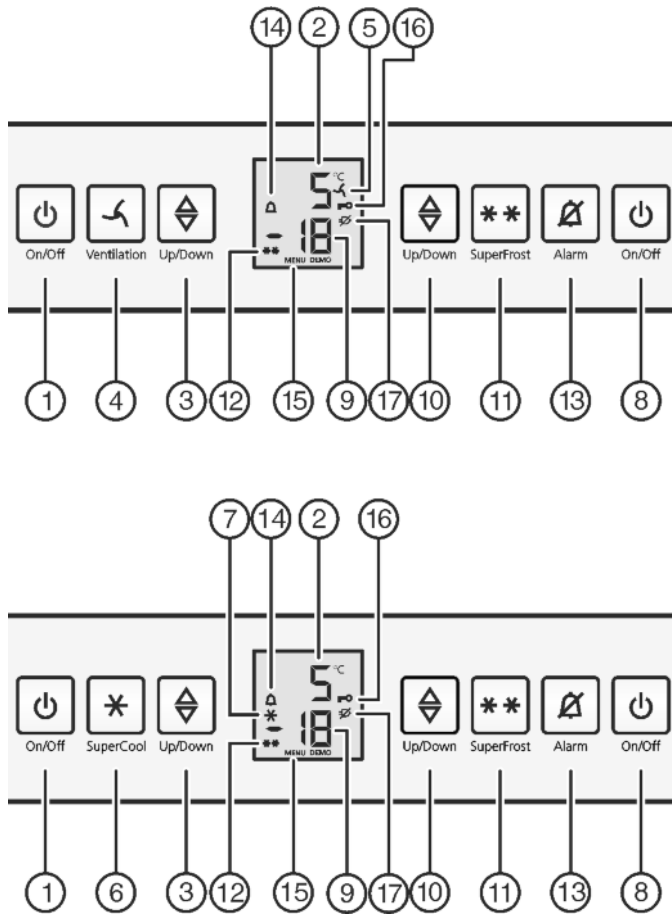

Fig. 2
- Нажмите кнопку On/Off морозильного отделения Fig. 2 (8).
- Нажмите кнопку On/Off холодильного отделения Fig. 2 (1).
- Активация режима настройки: Нажмите кнопку SuperFrost Fig. 2 (11) и удерживайте ее прим. 5 секунд.
- ▷ На индикаторе будет отображаться символ «Меню» Fig. 2 (15).
- Для подтверждения нажать и отпустить кнопку «SuperFrost» Fig. 2 (11).
- ▶ Для подтверждения нажать и отпустить кнопку «SuperFrost» Fig. 2 (11).
- ▷ На индикаторе горит символ «Защита от детей» Fig. 2 (16).
- ▶ Нажмите и сразу отпустите кнопку On/Off морозильного отделения Fig. 2 (8).
- ▶ Активация режима настройки: Нажмите кнопку SuperFrost Fig. 2 (11) и удерживайте ее прим. 5 секунд.
- ▷ Символ «Защита от детей» Fig. 2 (16) гаснет.
Одновременно мигает индикация температуры и символ тревоги Fig. 2 (14).
Звуковой сигнал выключается автоматически, символ аварийного сигнала Fig. 2 (14) выключается и индикатор температуры перестает мигать, если температура снова становится достаточно низкой.
- ▶ Нажмите кнопку Alarm Fig. 2 (13).